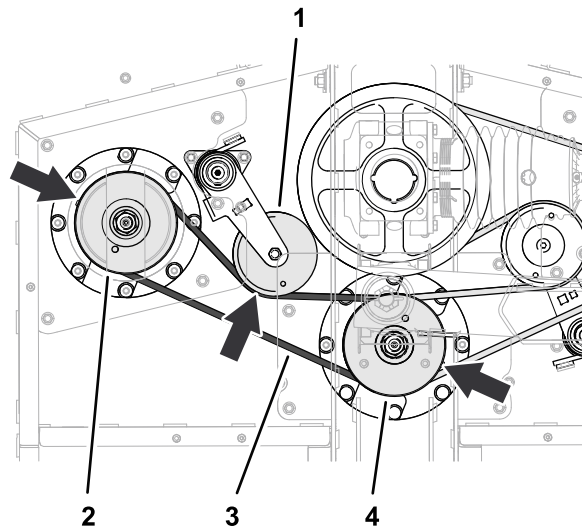

図 67
- 短いベルトを、左スピンドルプーリと、中央スピンドルプーリの下側の溝にセットする 図 67。
- ボールなどを使って短いベルトのベルトテンショナを左に回して、テンショナのプーリにベルトを取り付ける 図 67。